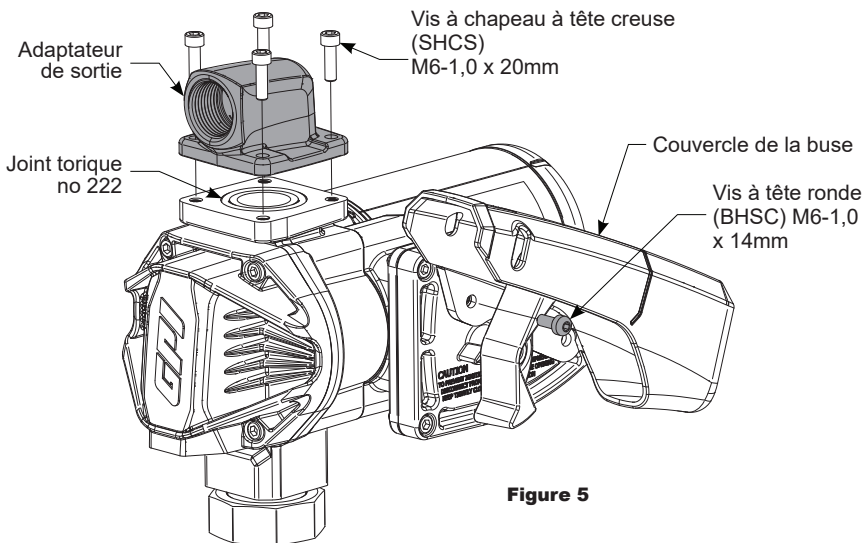

Figure 5
1. À l'aide d'une clé hexagonale de 4mm, installez le couvercle de la buse en utilisant (1) vis à tête ronde (BHCS) M6-1,0 x 14mm dans le trou inférieur (voir figure 5).
3. À l'aide d'une clé hexagonale de 5mm, installer les (4) vis à chapeau à tête creuses (SHCS) M6-1,0 x 20mm dans l'adaptateur de sortie 1 po NPT dans la direction voulue sur le port de sortie (voir figure 5).